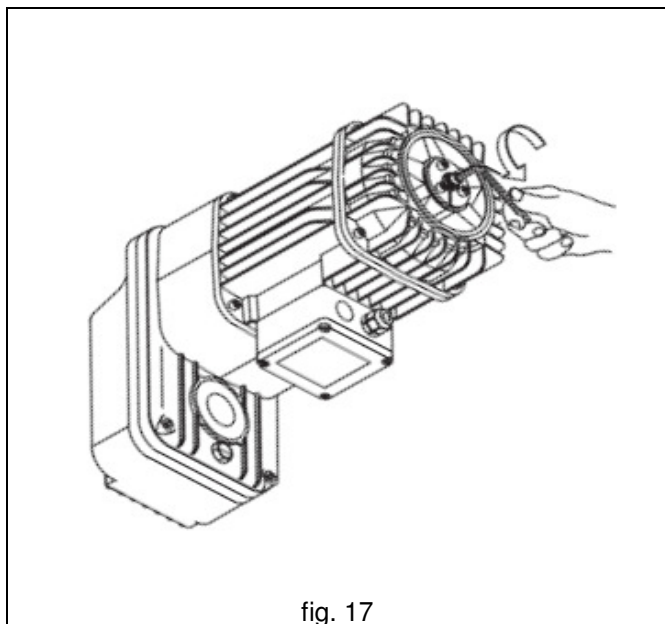

fig. 17
1. Aflojar el tornillo central de “cabeza cóncava hexagonal” (fig. 17);